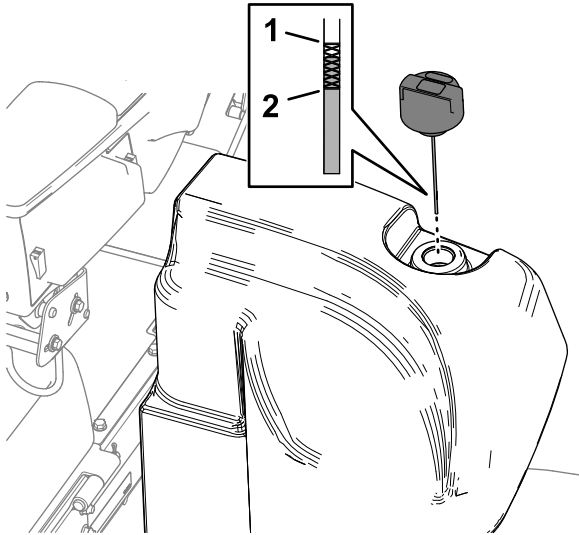

Figure 104
- Nettoyez la surface autour du goulot et du bouchon de remplissage du réservoir hydraulique (Figure 104).